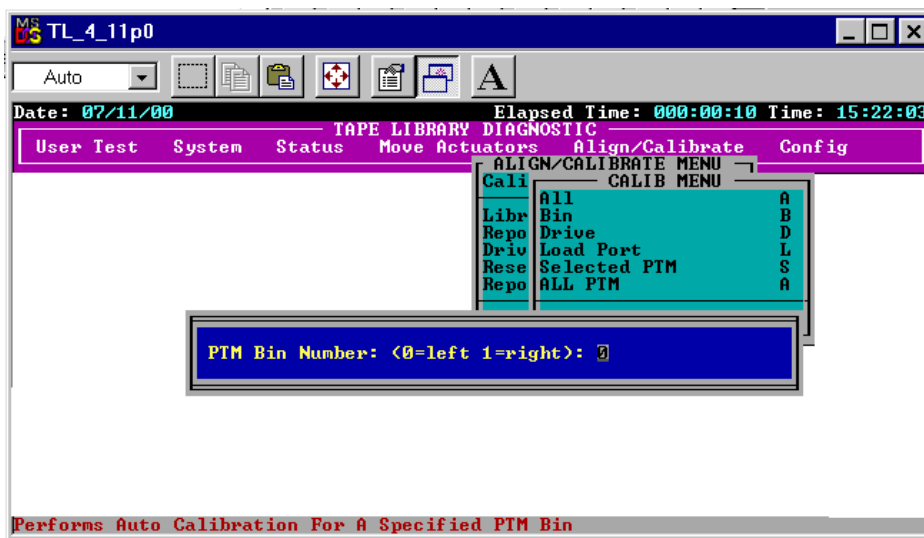

Figure 3-16. Boîte de dialogue Calibration (étalonnage)
3. Sélectionnez Selected PTM (PTM sélectionné) (gauche ou droit dans une librairie donnée) ou ALL PTM (tous les PTM) (voir la Figure 3-16).